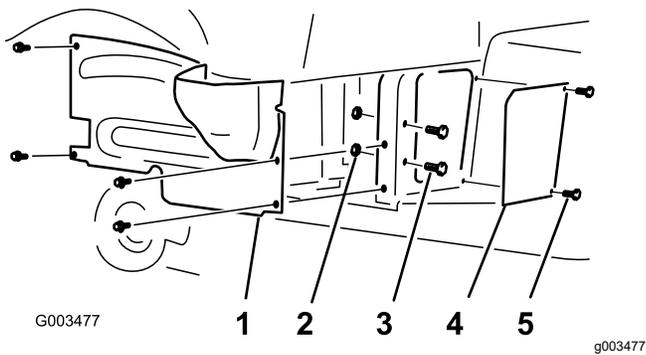

图 1
2. 拆下将右轮护罩固定到机架的 4 个凸缘头螺丝 图 1。
4. 拆下将滤网面板固定到机架的 2 个螺丝、2 个螺栓、2 个垫圈和 2 个螺母保留垫圈以备随后的安装之用。图 1